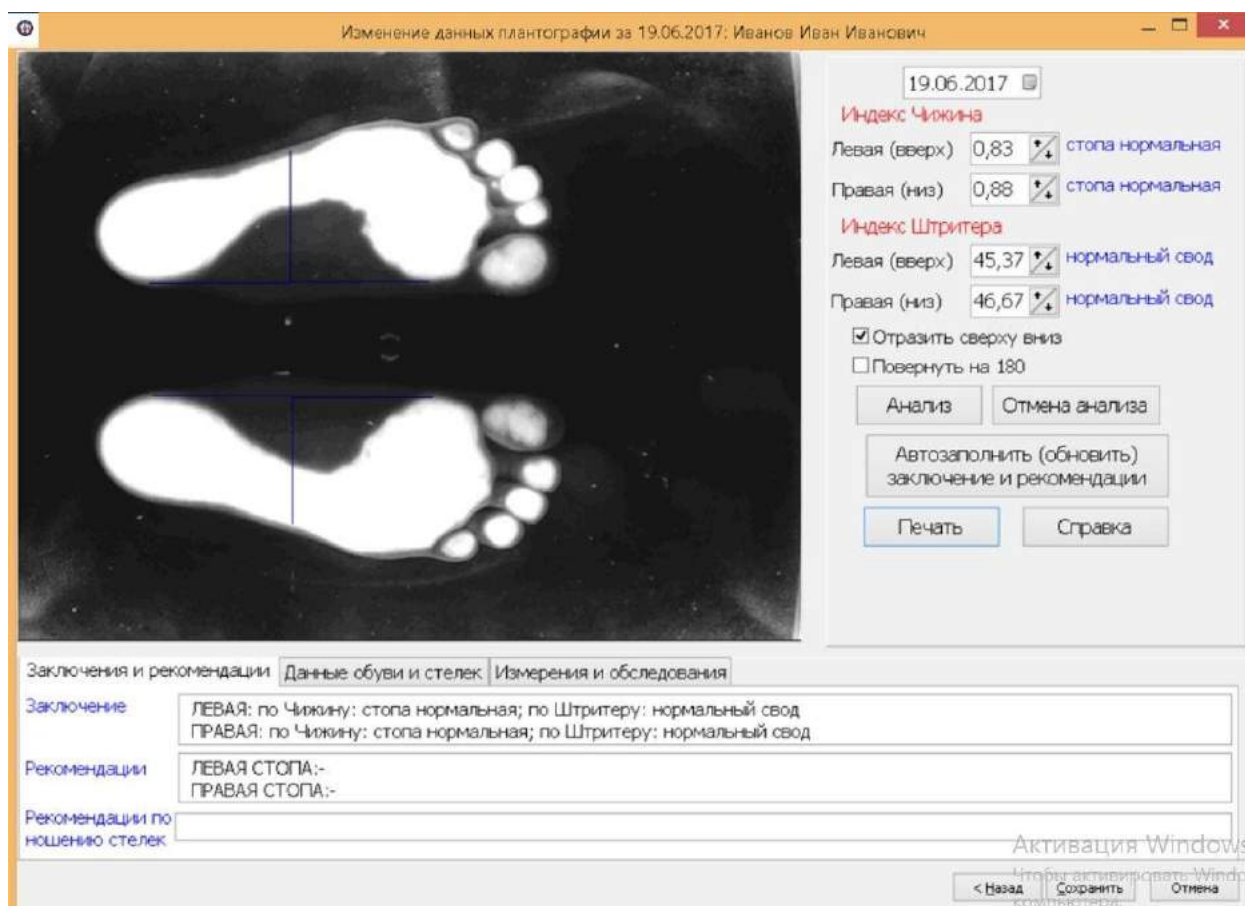

Рисунок 2. диалоговое окно снятия и анализа плантограммы.
- встать в центре площадки плантографа вдоль его длинной стороны (с равномерным упором на обе стопы – см. рисунок 2). **Примечание:** на экране монитора стопы должны отобразиться полностью (**на отображении правая нога должна быть вверху, пятки справа**). Если пятка слева сделать выбор в
### Описание кнопок (см. рисунок 2):
4.3 В диалоге по снятию и анализа плантограммы (см. Рисунок 2) имеется возможность калибровки экранной линейки.